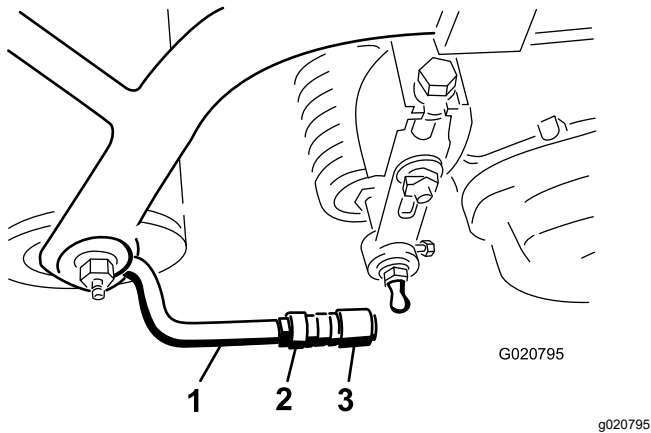

図 7
5. ソケットの口をボールスタッドに向けてソケットをボールジョイントに嵌め、ジャムナットを締めて固定する 図 7。